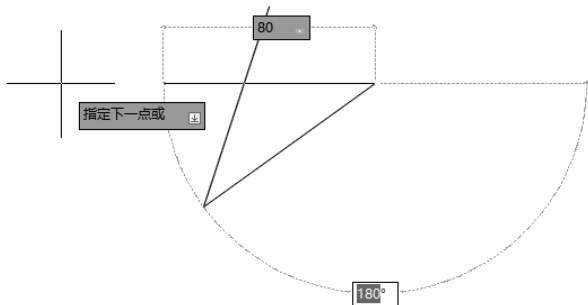

图 2-6 确定 P4 点
(4) 拖动鼠标, 然后在动态输入框中输入长度为 80, 按 Tab 键切换到角度输入框, 输入角度为 180° , 如图 2-6 所示, 按 Enter 键确认 P4 点。